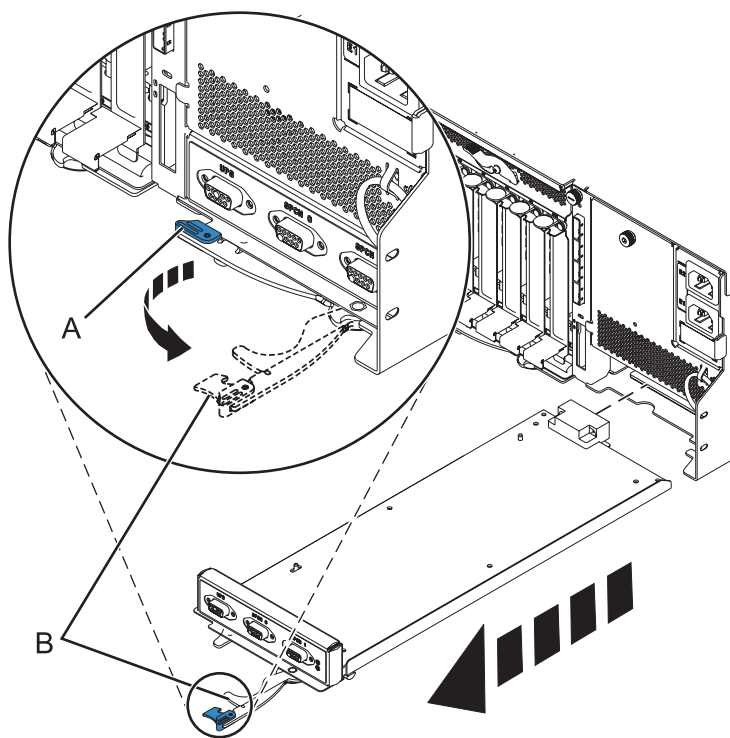

Figura 56. Extracción del controlador de gestión de alojamientos
- b. Apriete con ambos dedos el mecanismo de cierre (A) para desbloquear el asa (B). Consulte Figura 56 en la página 72.